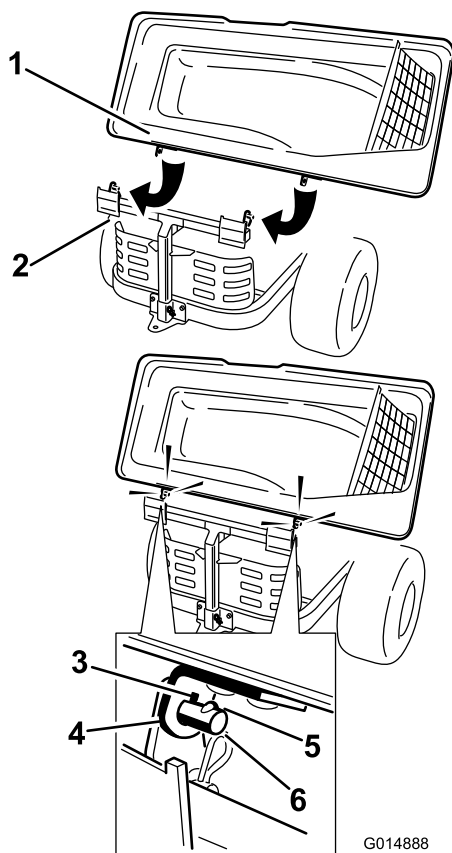

Figura 16
1. Installate il coperchio del sistema di raccolta sul relativo telaio. Girate il coperchio del sistema di raccolta per allineare i fori della chiavetta nelle staffe superiori del sistema di raccolta alle chiavette previste nei colonnini del relativo telaio (Figura 16). Spingete le staffe sui colonnini e girate il coperchio del sistema di raccolta per abbassarlo in posizione di servizio.